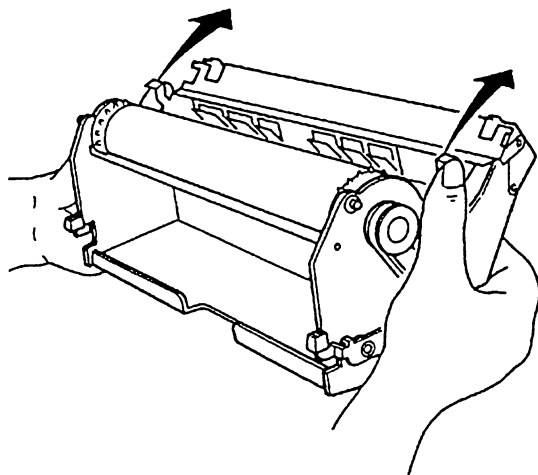

図6.1.3
- (4) 記録紙ユニットの後方部分の記録紙おさえ金具の左右のノブを図の矢印に方向の両手で持ち上げ、抑え金具を後ろへ倒します (図6.1.3)。